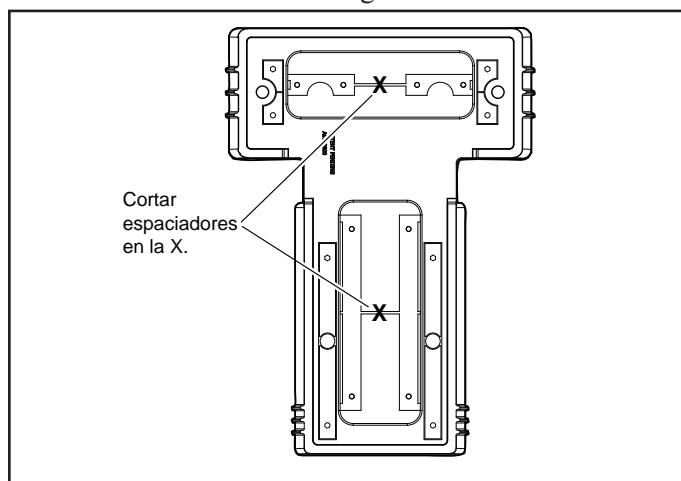
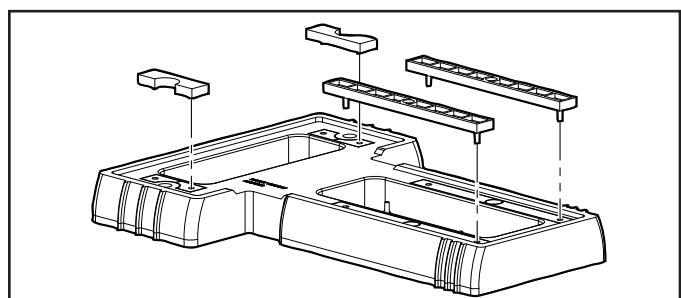

Figura 4. Corte los grupos de espaciadores fuera de la base
Figura 5. Encaje los espaciadores en su sitio
- Utilizando una herramienta manual de corte, corte las barras de plástico que conectan los conjuntos superior e inferior de los espaciadores, como se muestra en la Figura 4.
- Empuje los dos (2) espaciadores de arriba y los dos (2) espaciadores de abajo sacándolos de la base.
- Alinee los pinos en los cuatro (4) espaciadores con los orificios en la base y asegúrelos en su lugar como se muestra en la Figura 5.